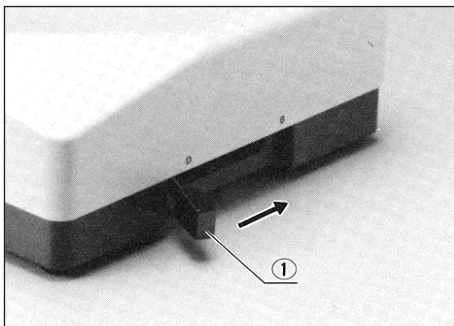

Abb. 24
- ① Schieber ① in Position B stellen (Abb. 24).
- ② Bei Verwendung eines Adapters STAD1 oder des Gleittisches SZH-SG Blende unter der Tischeinsatzglasplatte entfernen.